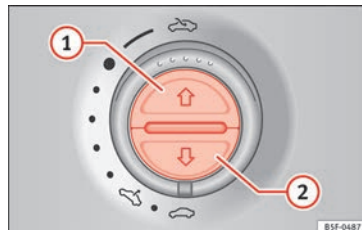

Abb. 139 Im Dachhimmel: Tasten für Sonnenschutzrollo.
Ganz öffnen (Automatiklauf):	Taste »» Abb. 139 ① kurz drücken.
Automatiklauf stoppen:	Taste »» Abb. 139 ① oder »» Abb. 139 ② kurz drücken.
Zwischenposition einstellen:	Taste »» Abb. 139 ① oder »» Abb. 139 ② gedrückt halten, bis die Position erreicht ist.
Ganz schließen (Automatiklauf):	Taste »» Abb. 139 ② kurz drücken.
- *Sonnenschutzrollo*: Innerhalb von 5 Sekunden nach dem Auslösen der Kraftbegrenzung die Taste » **Abb. 139**  **2** so lange drücken, bis das Sonnenschutzrollo vollständig geschlossen ist.